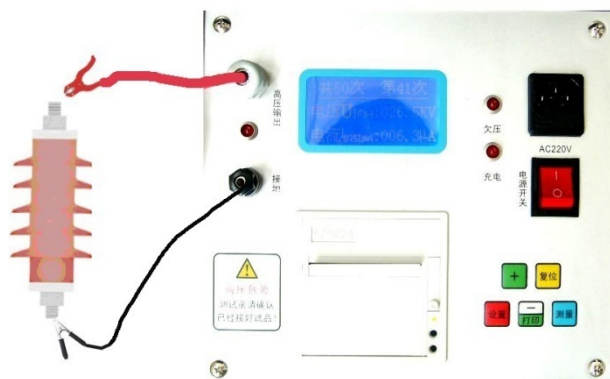

图 2
**1、接线：**将避雷器放在绝缘性能良好的支架上，然后将测试仪的高压输出端接到避雷器的一端，接地端接到避雷器的另一端。（如图 2）